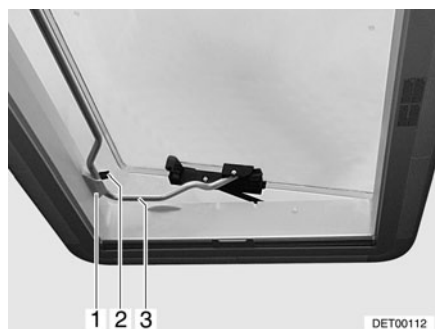

Fig. 55 Lanterneau Heki en position de ventilation 2
- Insérer l'étrier (Fig. 55,3) dans le support (Fig. 55,1).
- Placer le levier (Fig. 55,2) sur l'étrier.